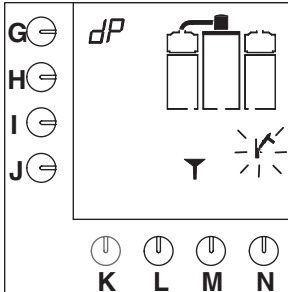

Fig. 16 Demande de remplissage avec la solution de détartrage du système de filtration
- Vous entendrez un signal sonore, le symbole en forme de marteau clignote et un entonnoir apparaît sur l'écran de contrôle (fig.16 ).